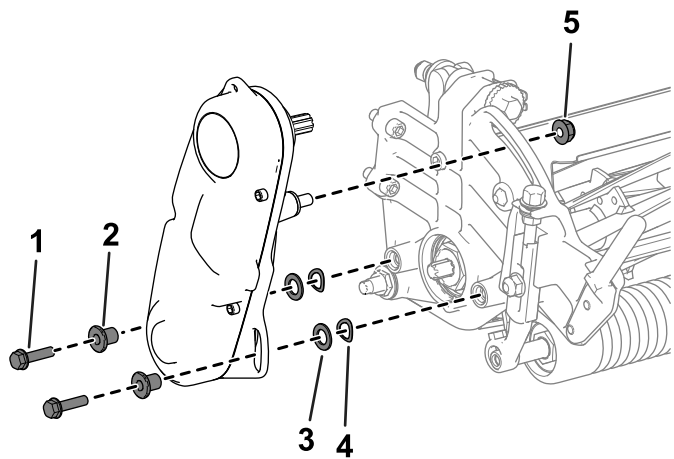

Figura 45
2. Retire los herrajes que fijan el conjunto de la transmisión del molinete a la placa lateral (Figura 45).
3. Retire el conjunto de la transmisión del molinete, las arandelas planas, las arandelas de muelle y los espaciadores de la placa lateral (Figura 45).